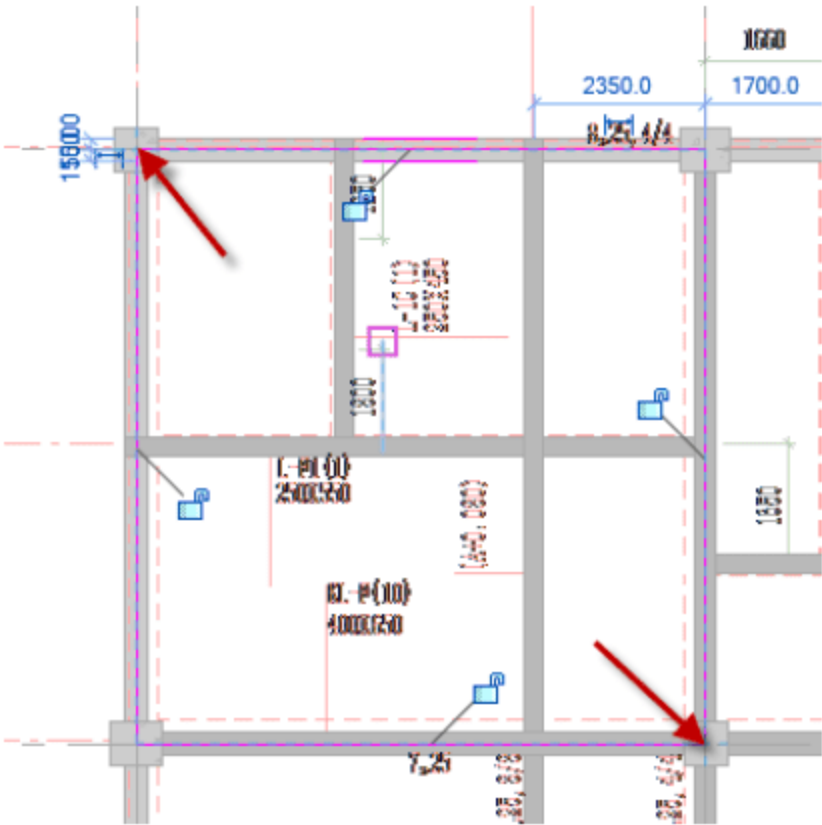

图 3.2.58 绘制 1 号板
(4) 绘制 1 号板，单击“矩形”按钮，绘制 1 号板，调整跨方向，将偏移量设置为 0，单击 ✓ 按钮，完成绘制，如图 3.2.58 所示。